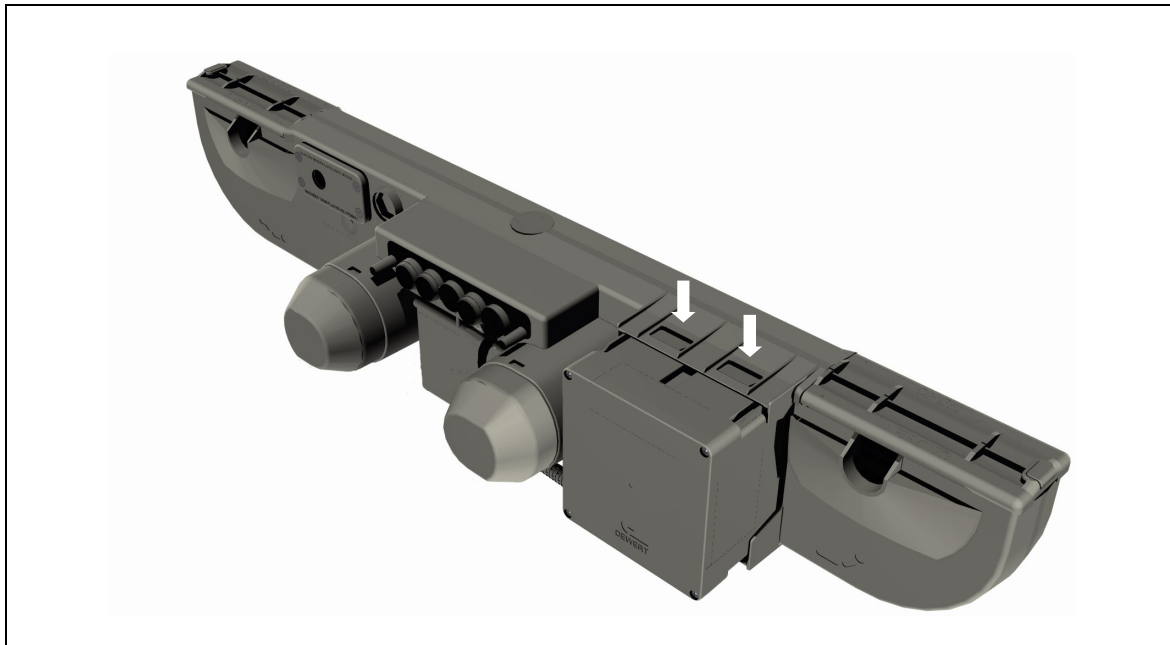

Abbildung 14 Ausbau des Akku
- 2 Ziehen Sie den Akku von der Aufnahme am DUOMAT 7, wie in Abbildung 14 gezeigt. Dazu drücken Sie die beiden Rastnasen des Akkus so weit in die Aussparungen hinein, dass Sie den Akku aus den Aussparungen herausziehen können.